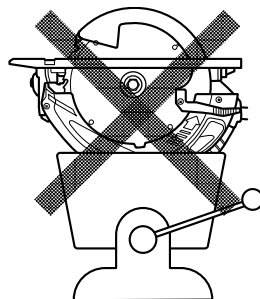

Fig. 7
- 24. Ne jamais tenter de scier avec la scie circulaire dirigée vers le bas dans un étau. Ceci serait extrêmement dangereux et pourrait entraîner de graves accidents. (Fig. 7)**